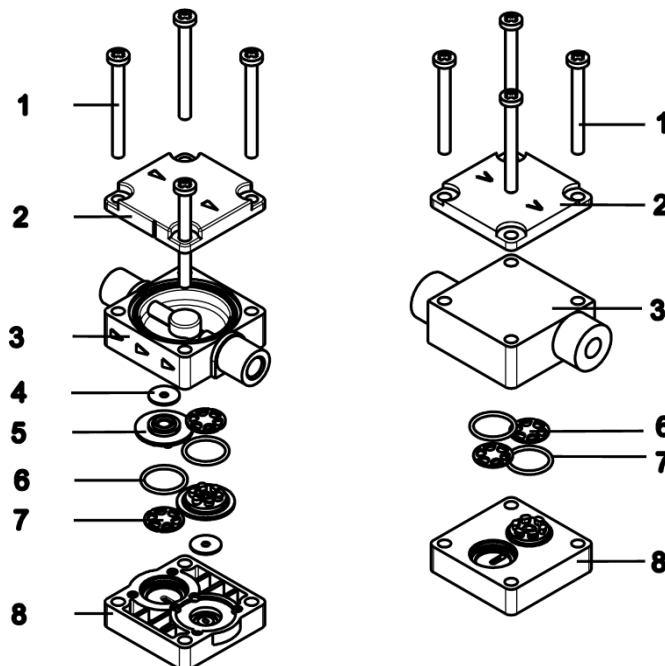

Fig. 53: Tête KT, TT
2. Rincer la plaque de connexion (3) et la culasse (8) et essuyer avec un chiffon doux. Sécher à l'air comprimé
3. Enlever soigneusement les sièges de clapet (5). Les disques d'étanchéité (4) ne sont pas présents sur la tête FT, voir Fig. 53
4. Retirer les joints toriques (6) et les disques de clapet (7).